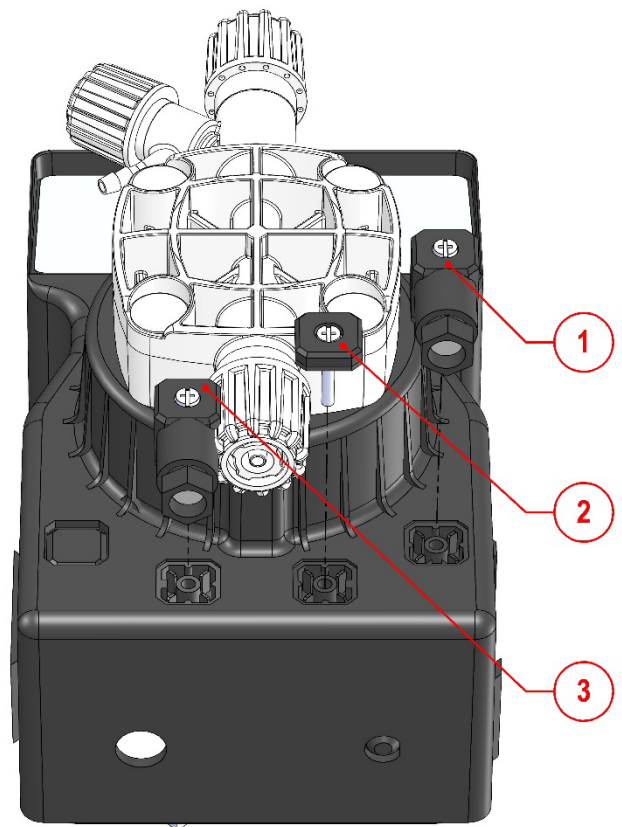

Abb. 9 - Ausgangsanschlüsse
Wie in Abbildung 9 dargestellt, befindet sich an der Pumpe rechts der Stecker für den Relais-Serviceausgang, in der Mitte der Stecker für die Füllstandssonde (auf Anfrage) und links der Stecker für den Impulszähler - mA-Eingang. Um die Buchse (1) anzuschließen, die Schraube mit einem Kreuz- oder Schlitzschraubendreher aufdrehen, sie in die in der Abbildung gezeigte Richtung ziehen und sie vom Stecker der Dosierpumpe abkoppeln. Die elektrischen Anschlüsse sind in Tabelle 1 unten zu finden; anschließend umgekehrt vorgehen, um den Stecker an der Pumpe zu befestigen. In gleicher Weise mit dem Stecker (3) Verfahren. Der Stopfen (2) kann auf Wunsch durch eine Buchse ersetzt werden, um den Anschluss eines Niveauschalters zu ermöglichen (auf Anfrage erhältlich).
Anschluss an den Serviceausgang des Relais (gültig, sofern die Pumpe gespeist ist). Verwendete Konfiguration: PIN 1 = Gewöhnlich offen PIN 2 = Gewöhnlich geschlossen PIN 3 = Gleich PIN $\perp$ = Nicht angeschlossen Position 1 in Abb.9.
Anschluss der Füllstandssonde (Fernsteuerung) Verwendete Konfiguration: PIN 3 = Leitung der Füllstandssonde (Fernbedienung) PIN 4 = Leitung der Füllstandssonde (Fernbedienung) Optional gibt es in der Standardlieferung den Deckel aus Position 2 in Abb. 9.
Anschluss für Impulszähler - mA-Eingang Verwendete Konfiguration: PIN 1 = Leitung (+) mA-Signal PIN 2 = Leitung (-) mA-Signal PIN 3 = Leitung für Aktivierungsbefehl Zähler PIN 4 = Leitung für Aktivierungsbefehl Zähler Position 3 in Abb.9.